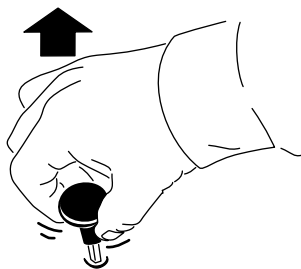

Figura 12
- Tire del mando hacia fuera (Figura 12) para engranar la TDF o para habilitar el apero (dependiendo de la configuración del apero)